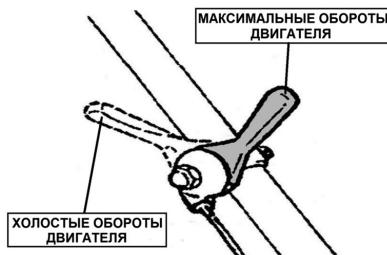

Рис. 9 Рычаг газа
- Рычаг газа установите в среднее положение (Рис. 9).